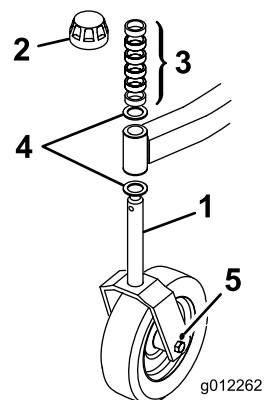
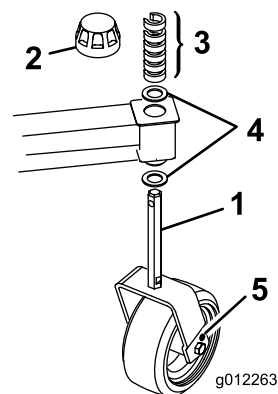

Figura 11
Figura 12
2. Faça os furos de 1,11 cm de diâmetro (Figura 11 e Figura 12) em cada lado das forquilhas da roda giratória com 1,27 ou 1,30 cm de diâmetro.
1. Retire a tampa de fixação do eixo roscado e desloque o fuso para fora do braço da roda giratória frontal. Retire a anilha do eixo. Desloque os espaçadores para o eixo para obter a altura de corte desejada e, em seguida, desloque a anilha para o eixo (Figura 11).
2. Empurre o eixo da roda giratória através do braço da roda giratória frontal, instale a outra anilha de apoio e espaçadores restantes no eixo e instale a tampa de fixação para prender o conjunto (Figura 11).
1. Retire a tampa de fixação do eixo (Figura 12).
2. Remova ou adicione espaçadores em forma de "C" na parte mais estreita do eixo, por baixo da roda giratória, para obter a altura de corte desejada (Figura 12). Certifique-se de que as anilhas de encosto, não os espaçadores, estão em contacto com a parte superior e inferior do braço.
3. Volte a montar a tampa de fixação para fixar a estrutura (Figura 12).